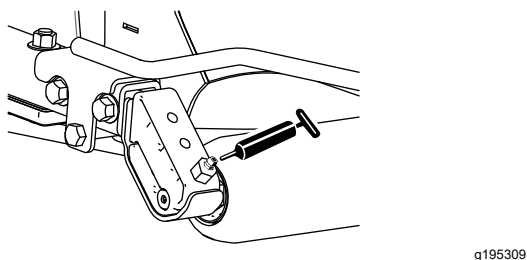

Figure 40
- 2 (par unité de coupe) roulements de rouleau arrière (Figure 40)